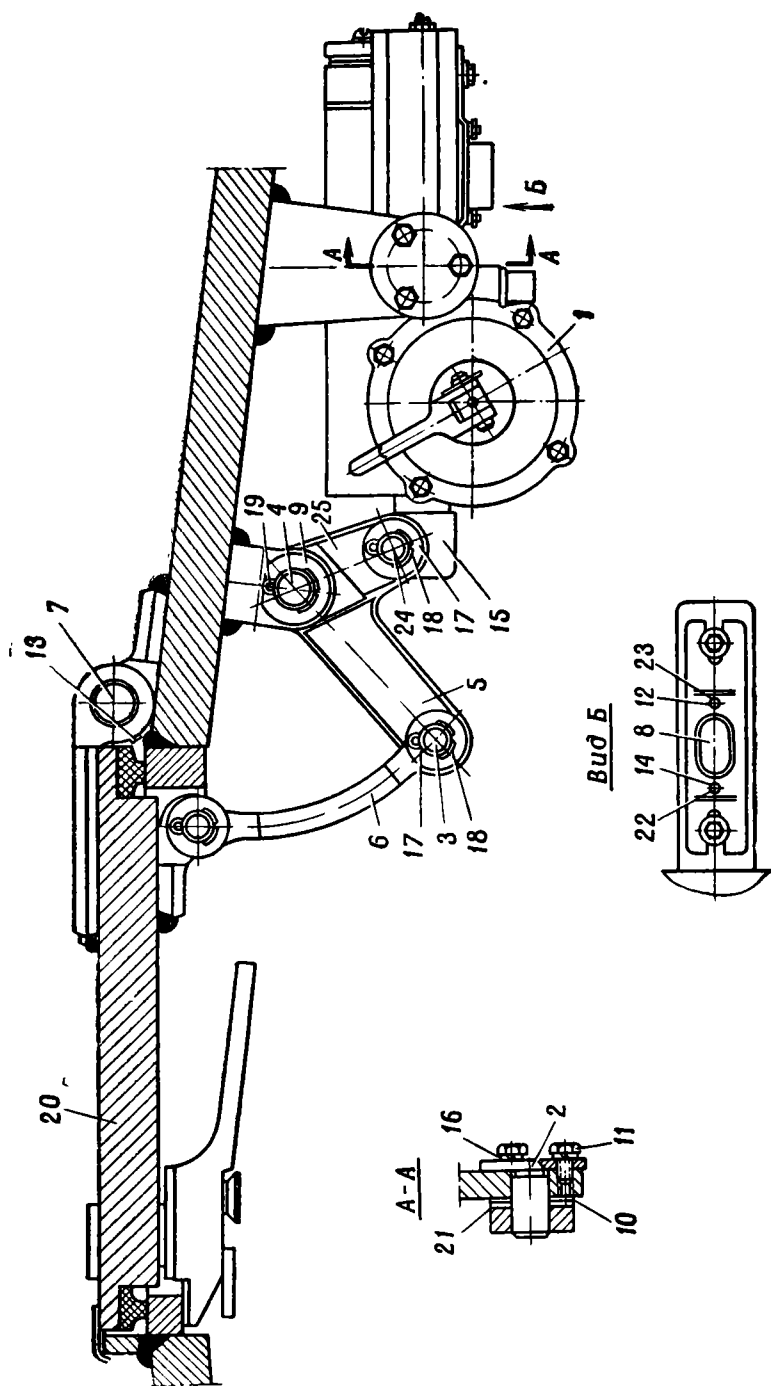

Рис. 48. Установка привода люка:
8. Вынуть шплинт 18 (рис. 48), снять шайбу 17, вынуть валик 24 и отсоединить рычаг 25 от рейки 15. Отсоединить рычаг 6 от крышки 20.
1. Совместить отверстия крышки 20 (рис. 48) и кронштейна на башне, вставить палец 7, застопорить палец винтом 13 и закрыть крышку.